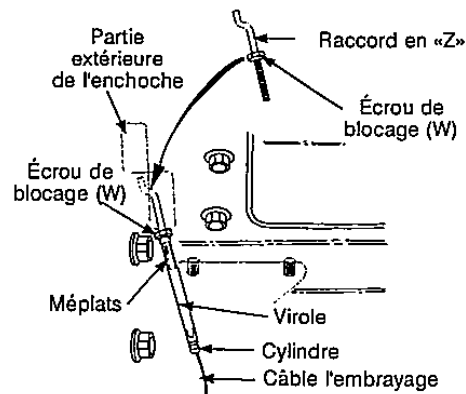

FIGURE 13 - Côté du dessous du tableau de commande.
- Vérifiez qu'un écrou de blocage est vissé sur la partie filetée du raccord en Z. D'autres écrous sont fournis dans le sachet de boulonnerie. Voir la figure 13.